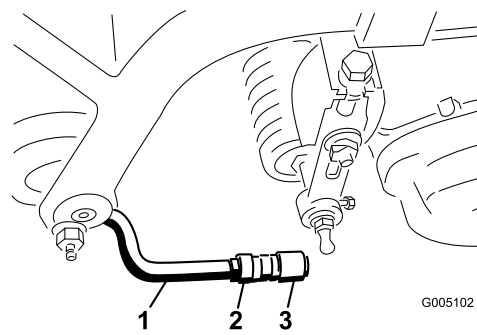

Figura 10
6. Alinhe os suportes nas juntas esféricas de forma a que o lado aberto do suporte esteja centrado relativamente ao perno de esfera. Aperte as porcas de bloqueio para ficar os suportes na posição (Figura 10).